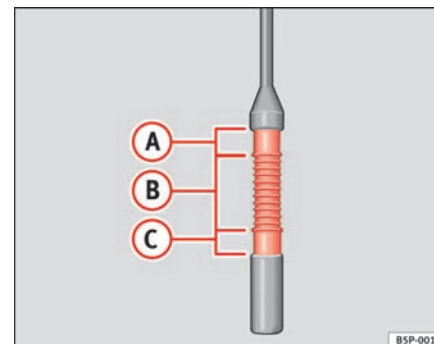

Abb. 156 Ölmesstab
- Den Messstab anschließend wieder herausziehen und den Ölstand ablesen ⇒ Seite 227, Abb. 156. Füllen Sie gegebenenfalls Motoröl nach.